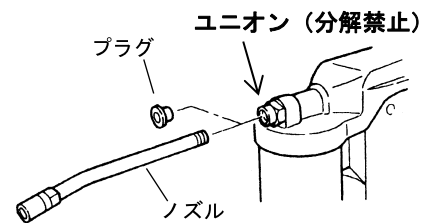

Fig.1
- 1) 本体吐出口部 (Rc1/8) のゴミ除けプラグを外します。(Fig.1)
- 2) 付属ノズルの雄ネジ部にシールテープを巻き、ユニオンにねじ込み取付けます。(Fig.1)